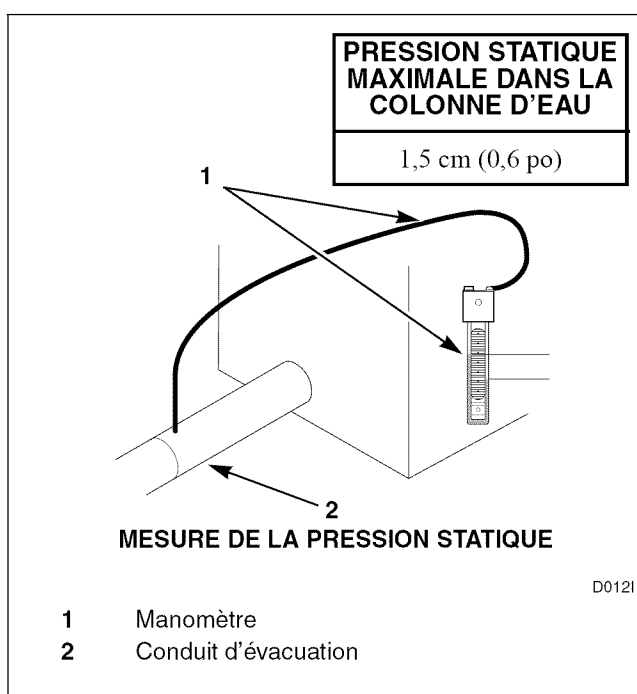

Figure 23
La pression statique dans les conduits d'évacuation de la sècheuse ne doit pas être supérieure à celle qui est indiquée dans la *Figure 23*. (Vérifier avec une sècheuse en marche et à vide.)
**REMARQUE :** Cette pression peut être mesurée à l'aide d'un manomètre installé sur le conduit d'évacuation à environ 61 cm (2 pi) de la sècheuse. Se reporter à la *Figure 23*.